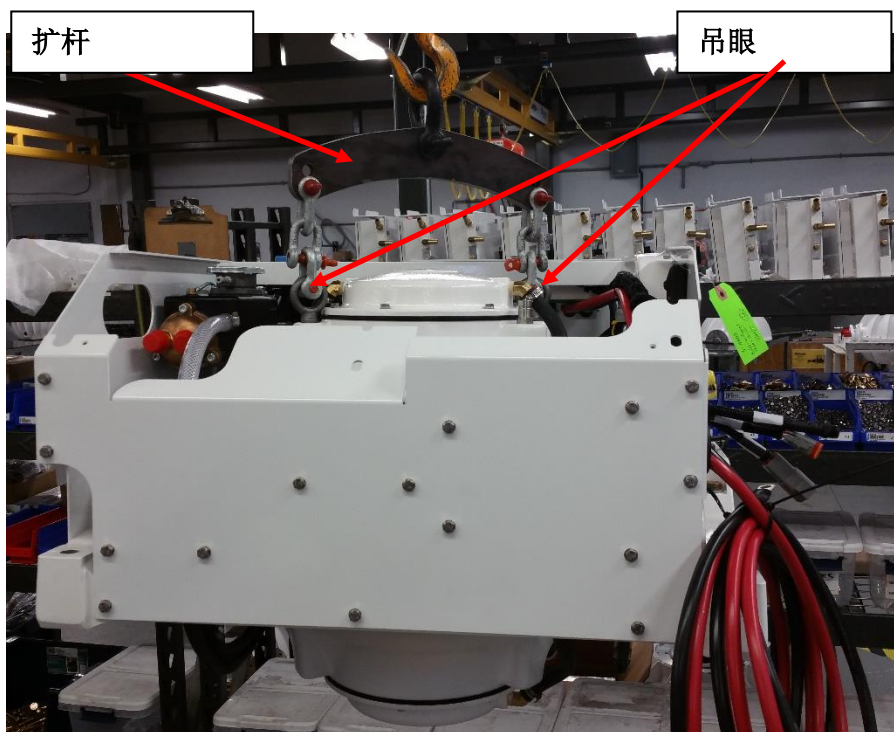

图 4 - 吊装装置的布置
- 4) 将扩杆 (Seakeeper #80283) 连接至 Seakeeper 壳体顶部的两个吊眼上。不要接触 Seakeeper 上的任何其它零件。Seakeeper 3 的重量为 249 kg (550 lbs)。请参阅以下图 4。